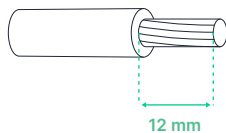

Abb. 7 - Abisolierlängen für jede der 3 Adern des Netzkabels
13. Schneiden Sie für jede der 3 Adern des Netzkabels 12 mm Isolierung. (**Abb. 7-Seite 19**)